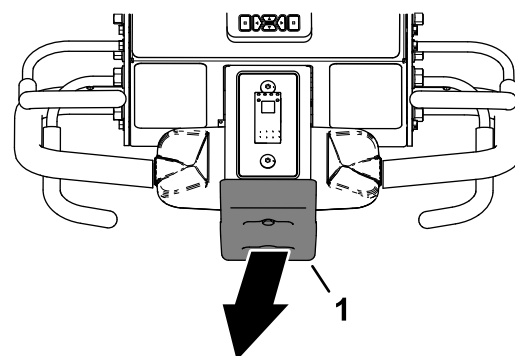

Figura 92
2. Aléjelo del interruptor de parada de emergencia (Figura 92)